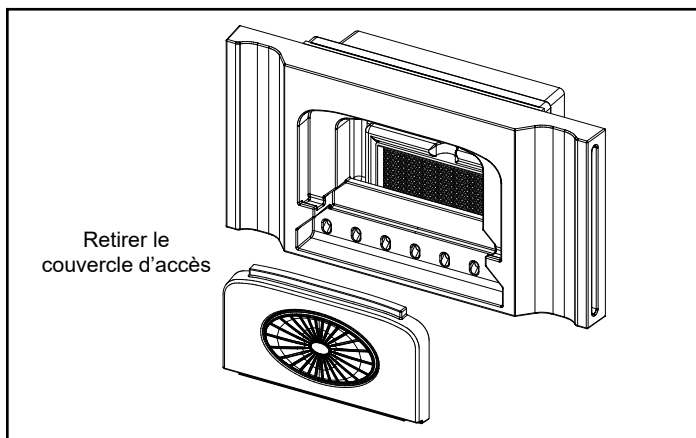

Figure 5.9 - Enlever le couvercle d'accès.
2. Retirez le couvercle d'accès en le tirant vers le haut et vers l'extérieur, Figure 5.9.